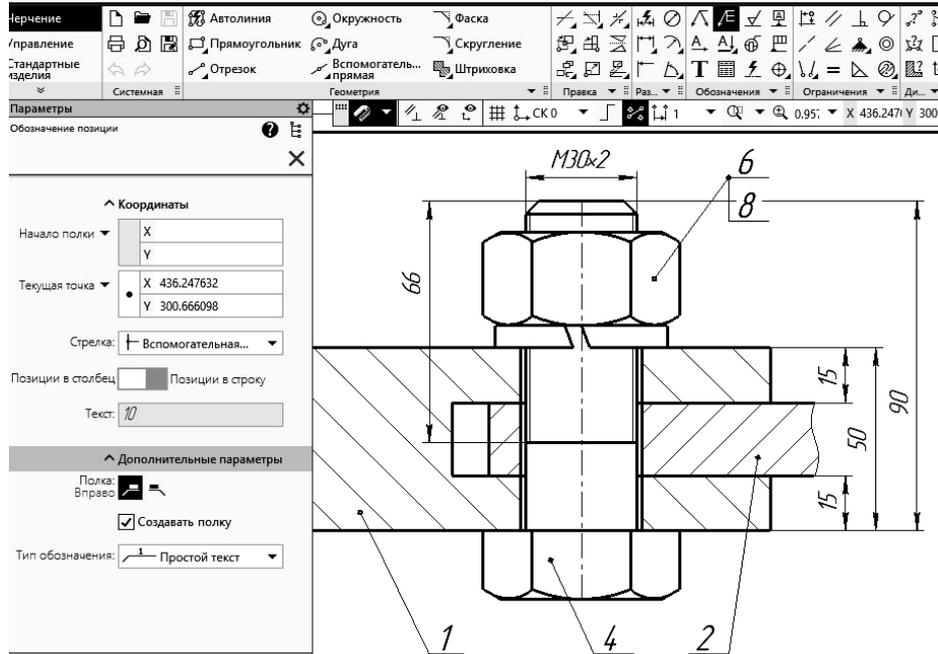

Рисунок 5.18 – Команда **Обозначение позиций**
13) проставьте номера позиций, используя команду **Обозначения / Обозначение позиций** (рисунок 5.18);